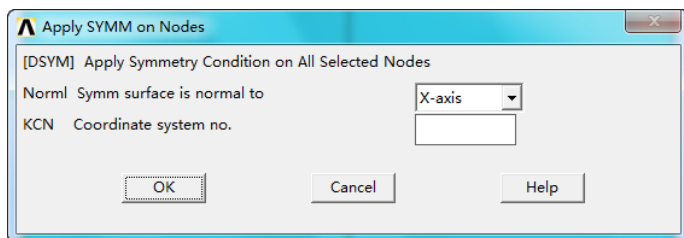
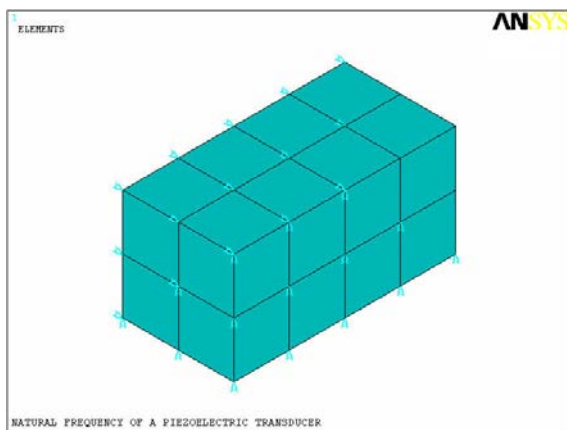

图 10-27 “Apply SYMM on Nodes”对话框
图 10-28 施加对称约束后结果显示
②施加 X 对称位移约束: Main Menu > Solution > Define Loads > Apply > Structural > Displacement > Symmetry B.C > On Nodes, 弹出如图 10-27 所示的“Apply SYMM on Nodes”对话框, 单击“OK”按钮。
④施加 Y 对称位移约束: Main Menu > Solution > Define Loads > Apply > Structural > Displacement > Symmetry B.C > On Nodes, 弹出如图 10-27 所示的对话框, 在“Symm surface is normal to”下拉列表框中选中“Y-axis”, 单击“OK”按钮。结果如图 10-28 所示。